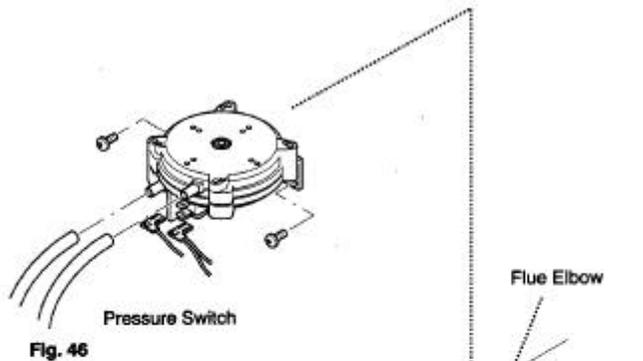

Fig. 46
13.2 Pressure Switch (Fig. 46)